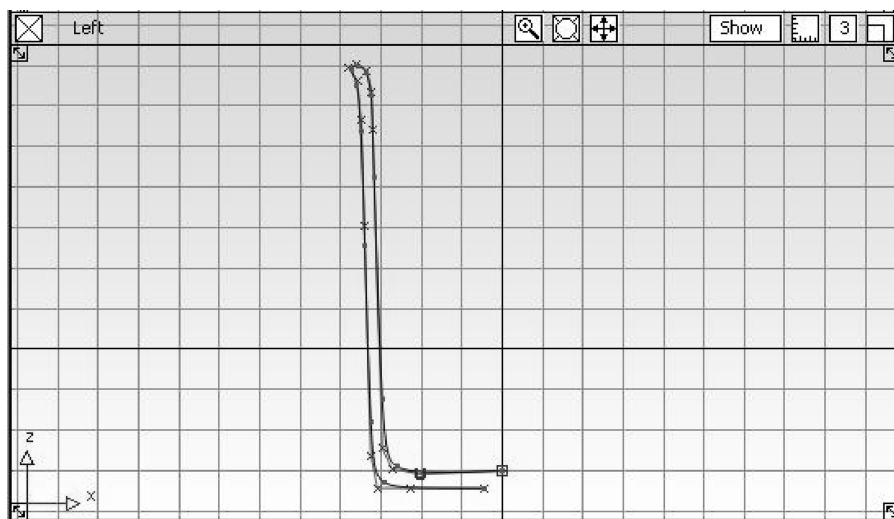

图 2-49 绘制咖啡杯曲线
- 04 在【Palette】（工具箱）的【Curves】标签中单击【New CV curve】工具图标 ，按住键盘上的【Alt】键不放，在【Left】视窗下方单击并移动，确定曲线的端点在 Z 轴上。释放【Alt】键，在左视窗单击并移动，确定 CV 点，绘制一条曲线，如图 2-49 所示。